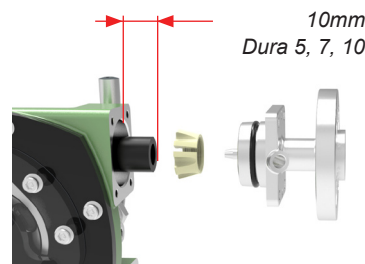

Abbildung 11. - 10mm Überstand (solider Flansch)
7. Lassen Sie die Pumpe vorwärtslaufen und anhalten, wenn der Schlauch für die Dura 5, 7, 10 jeweils 10 mm von der Flanschoberfläche am Pumpengehäuse hervorsteht (Abbildung 11).